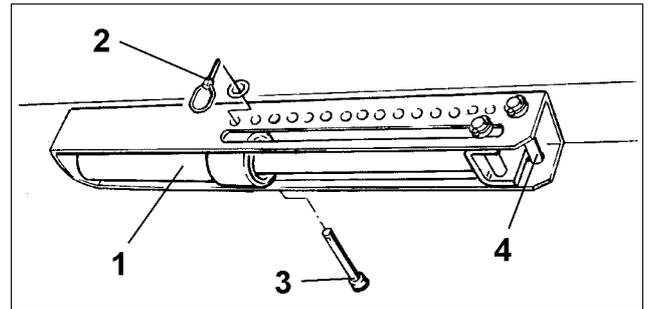

Fig. 75
Schließen Sie den Hydraulikzylinder (Fig. 75/1) an ein einfach wirkendes Traktorsteuerventil (siehe Kap.7.2) an und betätigen Sie das Steuerventil nur von der Traktorkabine aus.
Zwei Bolzen (Fig. 75/3 und Fig. 75/4) stecken als Anschlag des Hydraulikzylinders (Fig. 75/1) im Verstellsegment. Der Anschlag des Hydraulikzylinders liegt am Bolzen (Fig. 75/3) an, wenn der Hydraulikzylinder drucklos ist, und am Bolzen (Fig. 75/4) an, wenn der Hydraulikzylinder mit Druck beaufschlagt wird.
- Hydraulikzylinder (Fig. 75/1) mit Druck beaufschlagen.
- Bolzen (Fig. 75/3) in eine Bohrung der Lochgruppe einstecken und mit einem Klappstecker (Fig. 75/2) sichern.